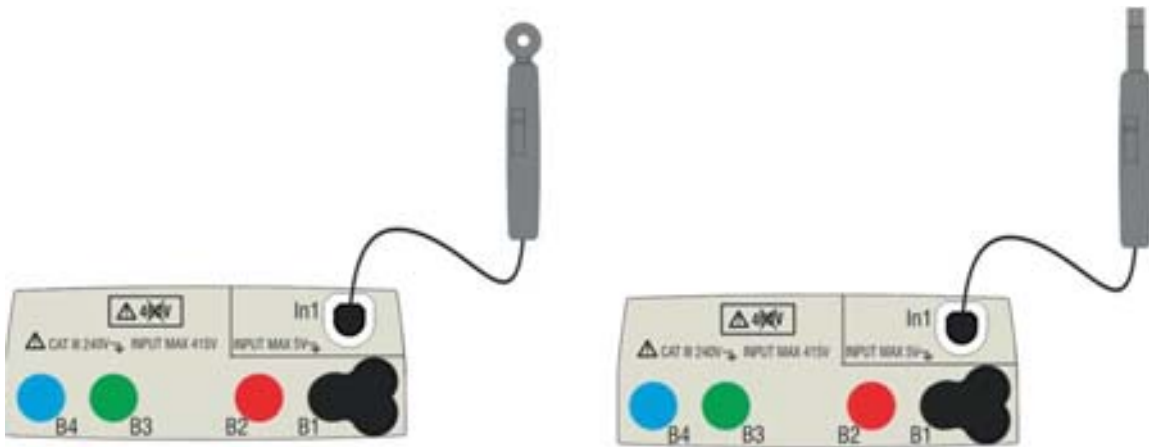

Abb. 33: Messung von Umweltparametern mittels externer Mess-Sonden
3. Führen Sie in die Eingangsbuchse **In1** den für die gewünschte Messung notwendigen Adapterstecker des Sensor ein, wie in der Abb. 33 angezeigt.